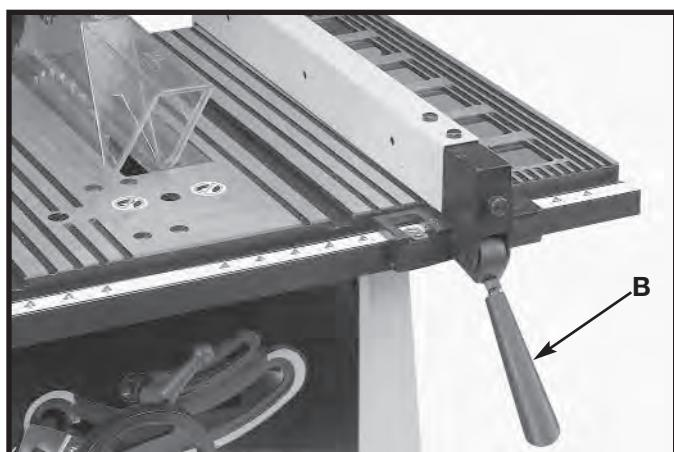

Fig. 26
- A guia de corte normalmente fica no lado direito da bancada da serra. Eleve a alça de trava (B) Fig. 26 e posicione a guia de corte na bancada. Para travar a guia, empurre o punho para baixo (B) Fig. 26.